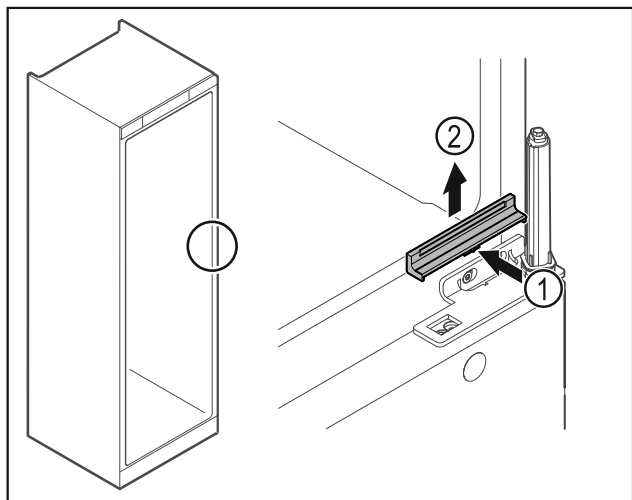

Fig. 26
- Afdekking Fig. 26 (1) in het midden iets indrukken en naar boven toe verwijderen Fig. 26 (2).